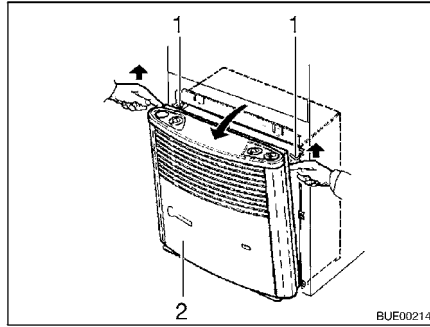

Fig. 115 Retirer habillage du chauffage
- Enlever l'habillage du chauffage (Fig. 115,2). Pour ce faire, tirer le haut de l'habillage vers l'avant, presser les ressorts de retenue (Fig. 115,1) latéralement vers le haut et rabattre l'habillage vers l'avant.